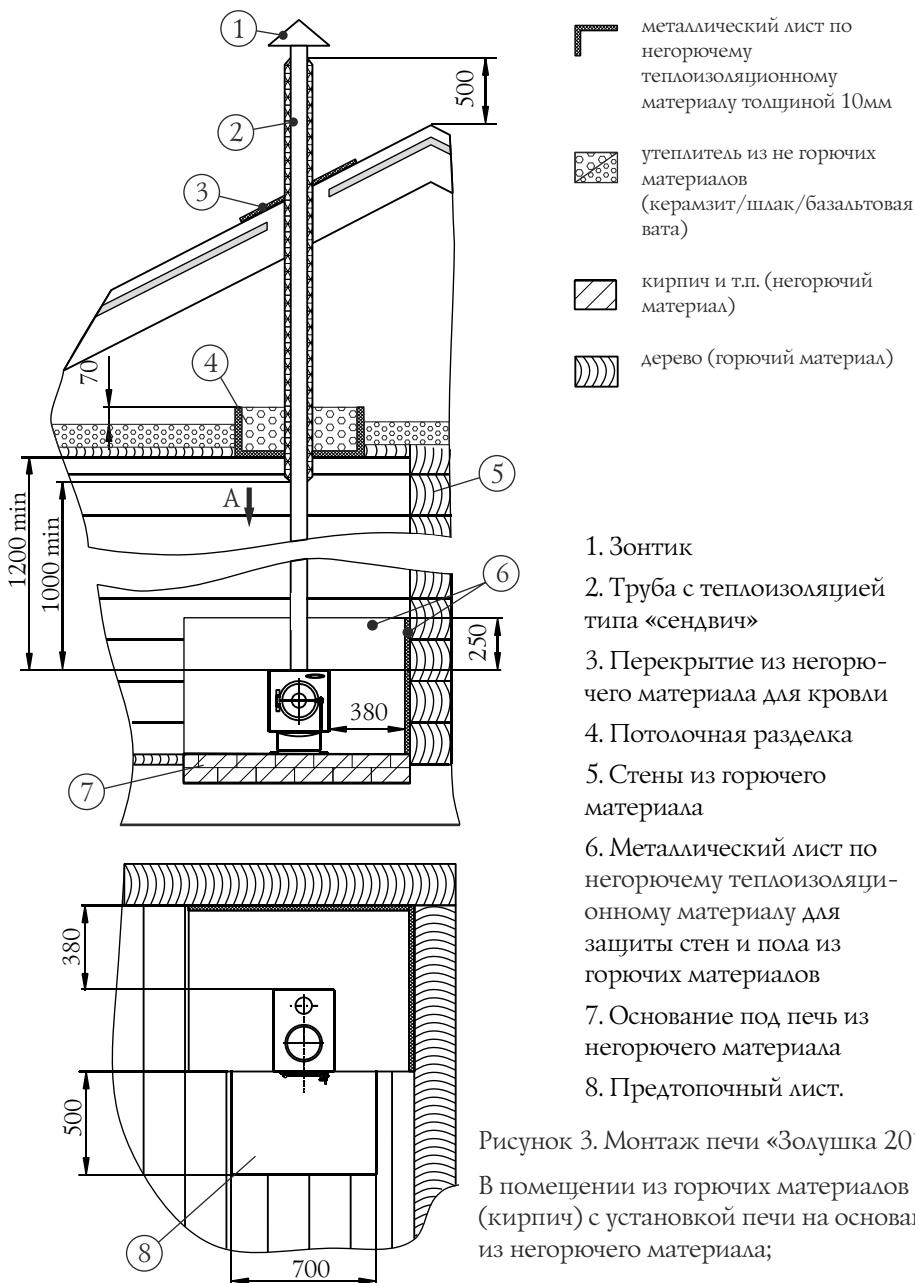

Рисунок 3. Монтаж печи «Золушка 2016».
- пол из горючих и трудногорючих материалов перед дверцей топки — металлическим листом размером 700×500 мм (рисунок 3)